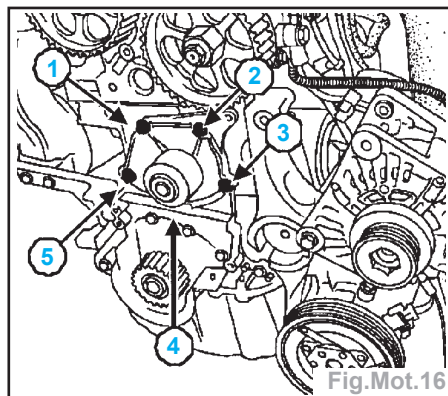

Fig.Mot.16
- les vis de fixation (1) à (5) de la pompe à eau (Fig.Mot.16).